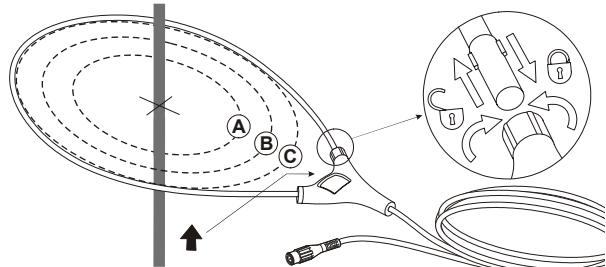

Abbildung 1. Anbringen des flexiblen Meßfühlers um den Leiter.
• Mit dem Leiter im Meßfühlerfenster positioniert (siehe Abb.1)	A = 12,7 mm ±0,5% des Meßwerts B = 20,3 mm ±1,0% des Meßwerts C = 35,6 mm: ±2,0% des Meßwerts
2. Bringen Sie den flexiblen Meßfühler um den Leiter an (siehe Abbildung 1).